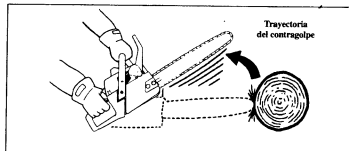

Figura 2
2. Nunca deje que la cadena en movimiento toque ningún objeto en la punta de la barra guía. Figura 2.